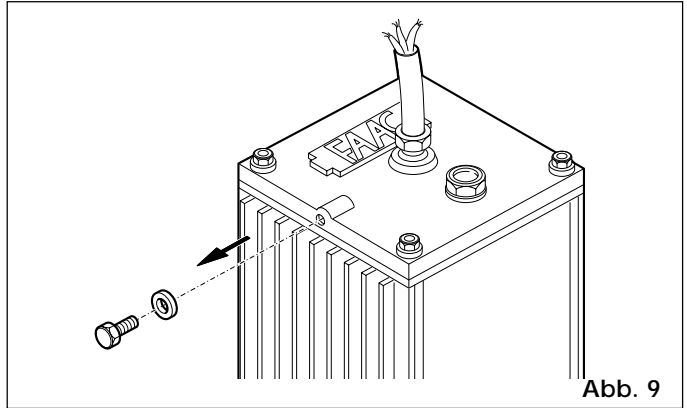

Abb. 9
- 3) **Die Entlüftungsschraube abdrehen und aufbewahren, s. Abb.9.**